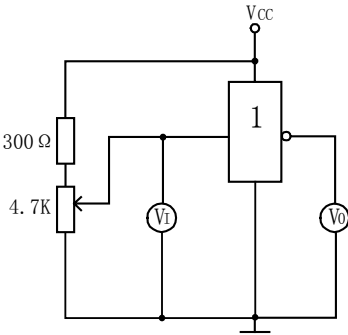

图 1-1
1、测试 74LS04 的电压传输特性。按图 1-1 连好线路。调节电位器，使 V_I 在 0-1.5V 间变化，在表 1-1 中记录相应的输入电压 V_I 和输入电压 V_O 的值，画出电压传输特性。